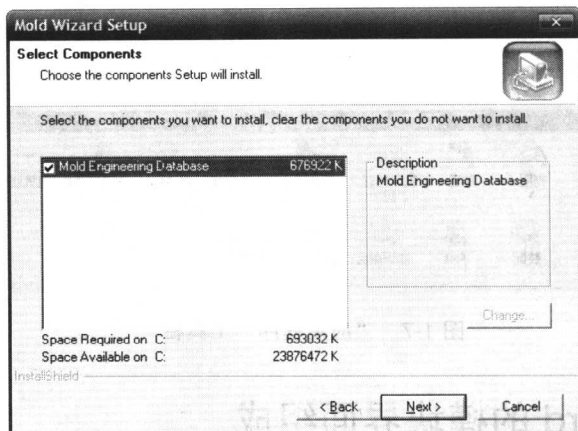

图 1-3 选择安装组件
③ 单击 “选择安装路径” 对话框中的 “Next” 按钮, 此时系统弹出 “选择安装组件” 对话框, 如图 1-3 所示。